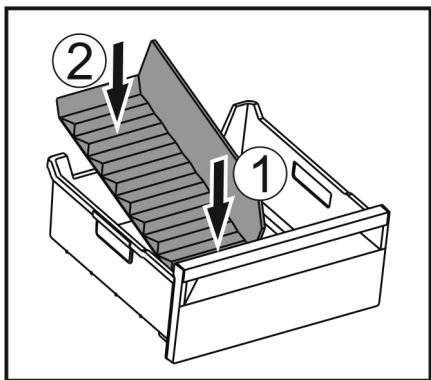

Fig. 238
- ▶ Вставити передню частину перегородки відділення для льоду. Fig. 238 (1)
- ▶ Опустити задню частину перегородки відділення до дна ящика для кубиків льоду. Fig. 238 (2)